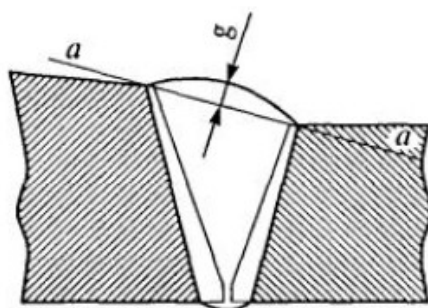

Рисунок 3 - Измерение выпуклости (вогнутости) стыкового шва (g) при различном уровне наружных поверхностей деталей, вызванном разницей в толщинах стенок
- установить искатель на образце (рис. 3) таким образом, чтобы на экране дефектоскопа появился эхо-импульс;